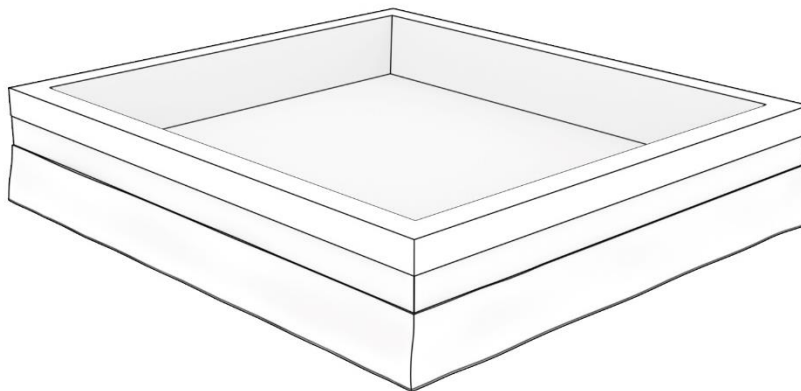

Abbildung 14: Installieren der Sicherheitsfolie über den Schaumrand.
Schritt 15. Legen Sie die Schutzfolie wie in Abbildung 14 dargestellt über den Schaumrand, wobei die glatte Seite mit Klettverschluss unten und die raue Seite oben liegt. Ziehen Sie die Sicherheitsfolie über den Schaumrand, wobei Sie zuerst die Ecken und dann die Seiten von der Mitte jeder Seite aus ziehen.